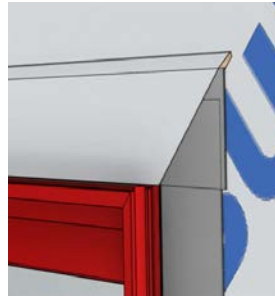

Fig F3
- Doble la solapa de la membrana WRB hacia atrás para que cubra la cinta de sellado (Fig. F3).